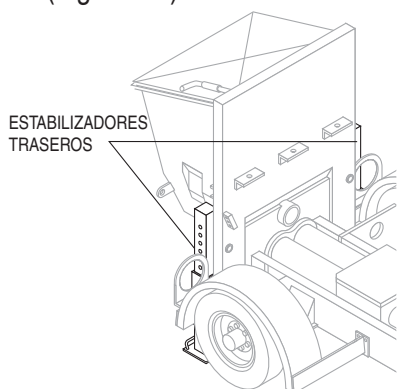

Figura 15. Localizando los estabilizadores traseros
1. Localice ambos estabilizadores traseros, el izquierdo y el derecho (Figura 15)